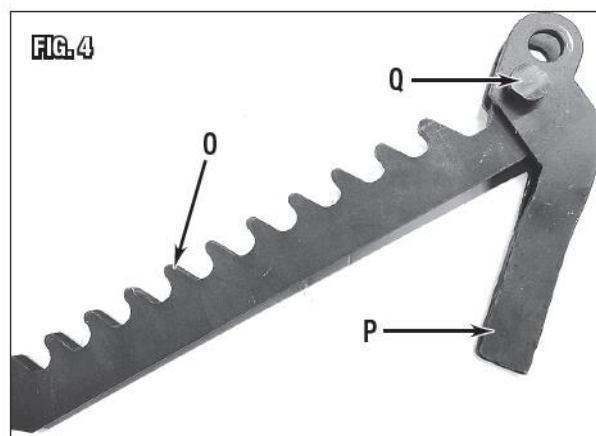

Рис. 4
1. Поместить трещотку (O) между лопатками храпового рычага (P), как показано на Рис. 4, затем вставить короткий болт (Q) M18x2,5" [50 мм] в лопатки храпового рычага (P) и трещотку (O). Навернуть и затянуть гайку (F) M18.